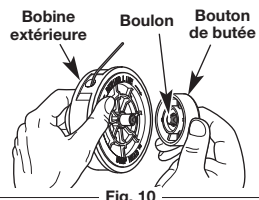

Fig. 10
1. Tenez d'une main la bobine extérieure et dévissez le bouton de butée en le tournant vers la gauche (Fig. 10).